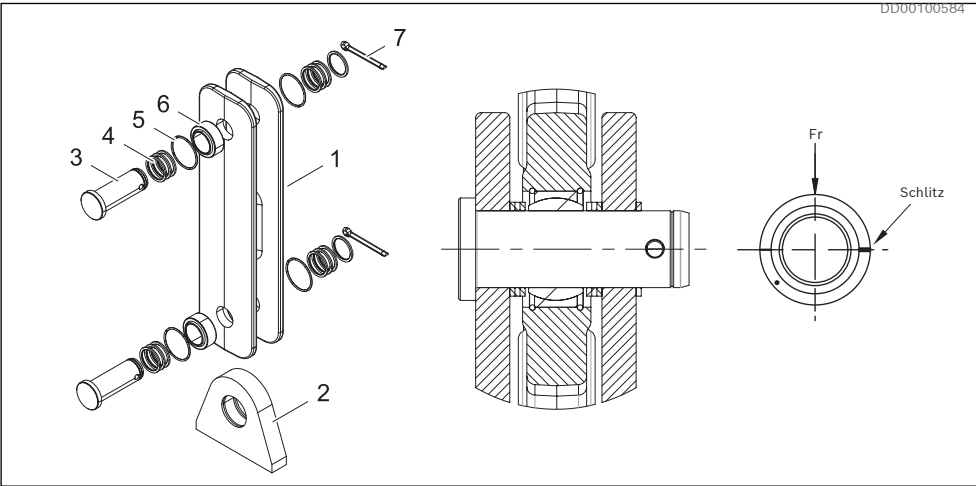
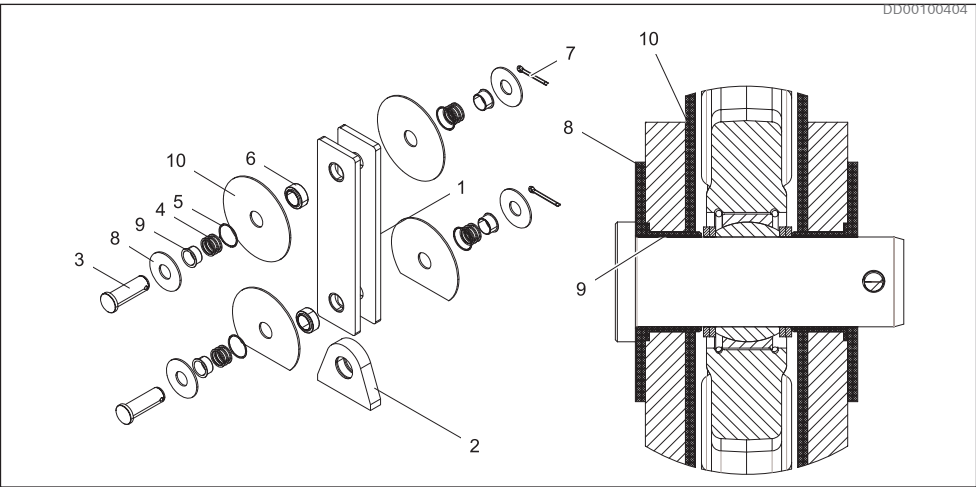
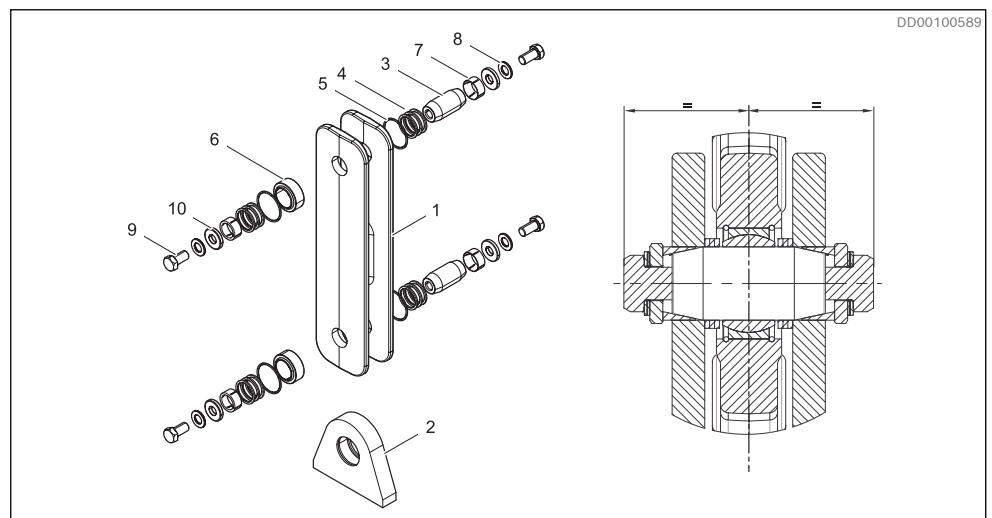

Bild 22: Standard-Gelenkverbindung TC A
Bild 23: Galvanisch getrennte Gelenkverbindung TC A
Bild 24: Gelenkverbindung für Hochleistungsanwendungen TC A
2. Die Gelenkverbindung und das Gelenklager müssen für die Durchführung von Schweißarbeiten demontiert werden. Siehe *Bild 22* und *Bild 23*.
- 1. Das Lager (6) muss mithilfe einer auf dem Lageraußenring aufgesetzten Montagehülse oder -rohr montiert werden.
- 2. Das Lager muss so montiert werden, dass der Schlitz im Außenring senkrecht zur Lastrichtung verläuft. Siehe Bild 22 (gilt auch für Bild 23).
- 3. Fixieren Sie die Lager mit den Sicherungsringen (5).
- 4. Montieren Sie die restlichen Komponenten gemäß Bild 22 und Bild 23.
1. Das Lager (6) muss mithilfe einer auf dem Lageraußenring aufgesetzten Montagehülse oder -rohr montiert werden.
2. Das Lager (6) muss so montiert werden, dass der Schlitz im Außenring senkrecht zur Lastrichtung verläuft. Siehe *Bild 22* (gilt auch für *Bild 24*).
3. Fixieren Sie die Lager (6) mit den Sicherungsringen (5).
4. Schmieren Sie die konischen Hülsen (7) und die Achse (3) mit Fett, vorzugsweise mit Grafitfett ein. Die Gewinde müssen fettfrei bleiben und dürfen nicht geschmiert werden.
5. Setzen Sie die Achse (3) und anschließend die Stützhülsen ein (4). Positionieren Sie die Welle (3) in der Bohrung. Achten Sie auf die mittige Ausrichtung der Achse, siehe *Bild 24*. Installieren Sie die Hülsen (7), anschließend die Keilsicherungsscheiben und Muttern (9). Ziehen Sie die Muttern mit 350 Nm, 258 lb-ft fest.